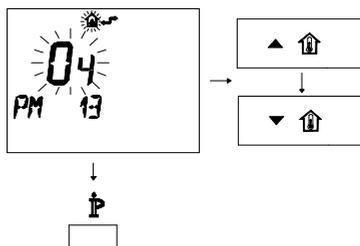

Figura 5.44
- Per modificare il SET programmato agire sui pulsanti ▲ (⏶) o ▼ (⏷) e aspettare che il numero programmato cominci a lampeggiare (Figura 5.44).